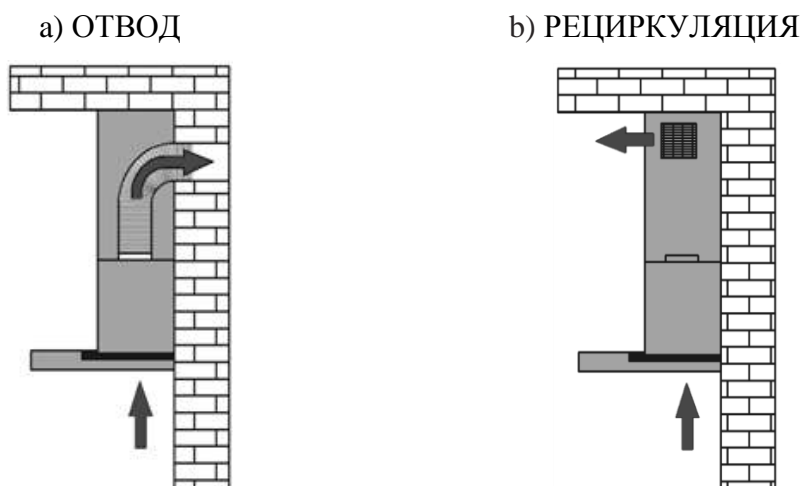

Рис. 6
1) Отвода (рис. 6а) – воздух удаляется из помещения через соединение вытяжки с вентиляционным каналом жестким пластиковым воздуховодом или гофрированным шлангом диаметром 100 мм с применением соответствующего переходника, который входит в комплект вытяжки. И, таким образом, все кухонные испарения, запахи, гарь и копоть, проходя через многоразовые алюминиевые жирулавливающие фильтры, выводятся за пределы помещения. При данном режиме работы нет необходимости устанавливать угольные фильтры. Режим отвода является наиболее эффективным, поскольку вытяжка удаляет все кухонные испарения за пределы кухни в вентиляционную шахту.
2) Рециркуляции (рис. 6б) – внутренняя циркуляция воздуха через угольные фильтры (рис. 5). Вытяжка в данном случае не подключается к вентиляционной шахте и, таким образом, воздух просто прогоняется через вытяжку внутри кухни.